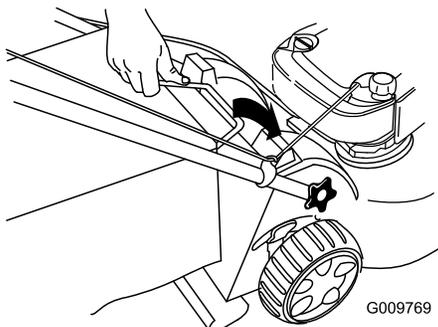

Bild 31
3. Setzen Sie den Fangkorbbügel in die Kerben oben an der Maschine ein (Bild 31).